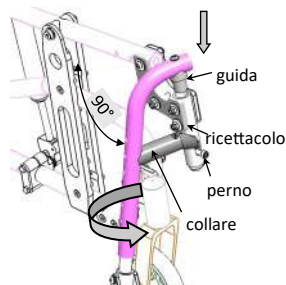

fig. 23: Inserimento/Disinserimento tubo poggia gamba
- Tubi poggia gamba: inserimento/disinserimento (fig. 23)